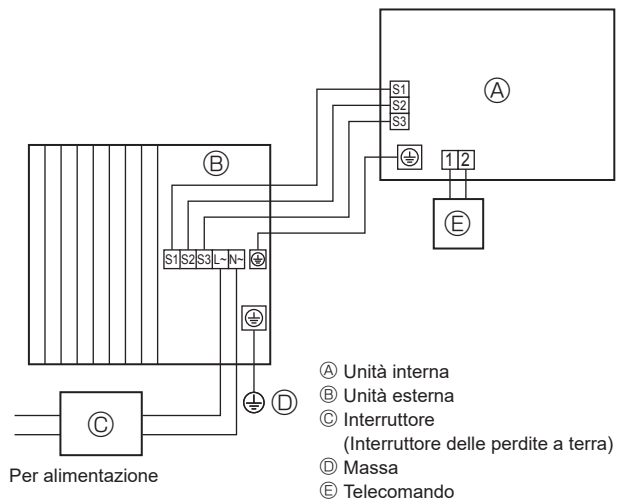
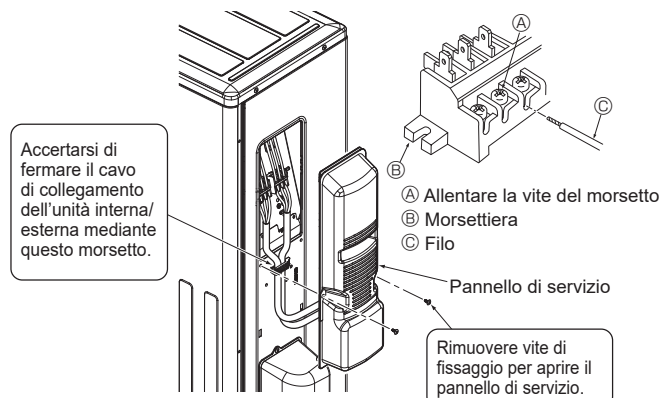

Fig. 6-1
Fig. 6-3
6.1. Unità esterna (Fig. 6-1, Fig. 6-2, Fig. 6-3)
- ① Rimuovere il pannello di servizio.
- ② Collegare i cavi facendo riferimento alla Fig. 6-1, Fig. 6-2 e Fig. 6-3.